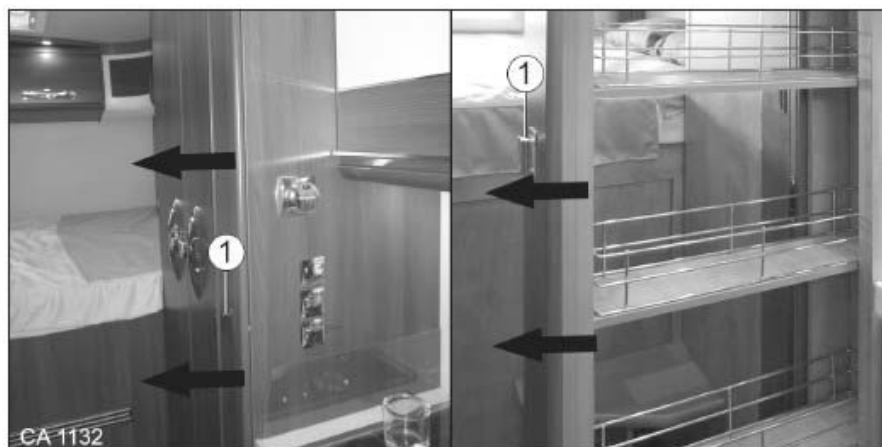

Fig. 96 Grand rangement coulissant variante 1
1. Ouvrir la fermeture push-lock (Fig. 96/1) (consulter le chapitre 6.12.1).
2. Fermer la fermeture push-lock (Fig. 96/1) (consulter le chapitre 6.12.1).